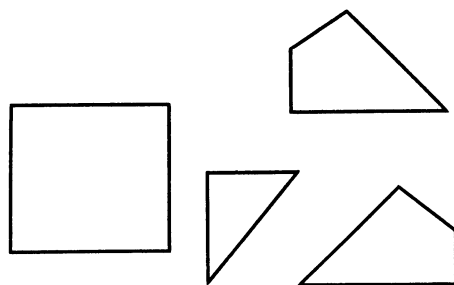

Рис. 12. К задаче 16
16. Соберите фигуру, расположенную слева, из деталей, находящихся справа (рис. 12). Вырезать детали нельзя.